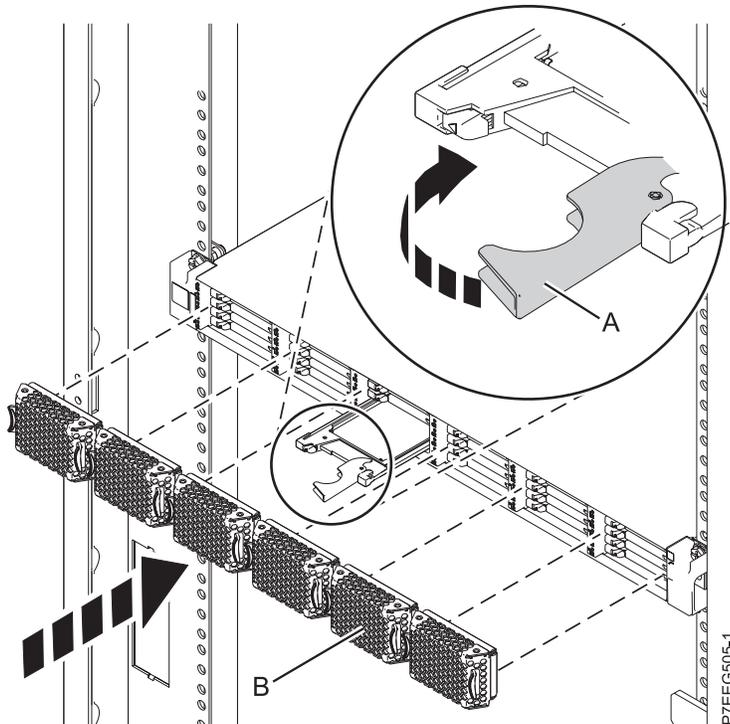

Figura 44. Sustitución de una unidad de estado sólido en Alojamiento de almacenamiento PCIe de EDR1.
4. Cuando el LED de identificación de la unidad de estado sólido se encienda de manera fija, deslice la unidad de estado sólido hasta el fondo de Alojamiento de almacenamiento PCIe de EDR1 y asegúrese de que queda totalmente encajada. A continuación, gire el asa (A) hasta la posición de bloqueo. Consulte Figura 44 en la página 72.
6. Instale la placa frontal (B).